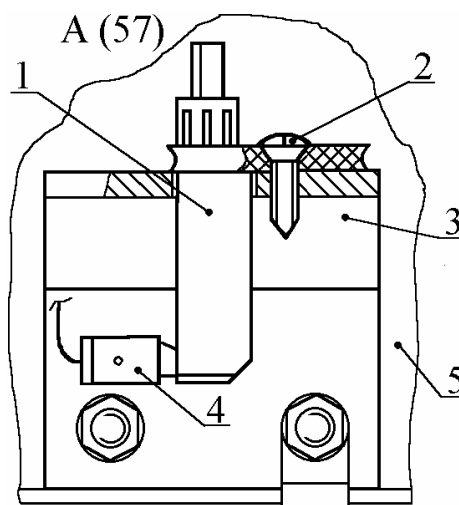

Рис. 58. Выключатель плафона капота:
16.1.1. Снять выключатель 1 (рис.58) вывинтив винт 2 его крепления к кронштейну 3, расположенного на брызговике 5 левого крыла и отсоединить колодку 4 жгута проводов